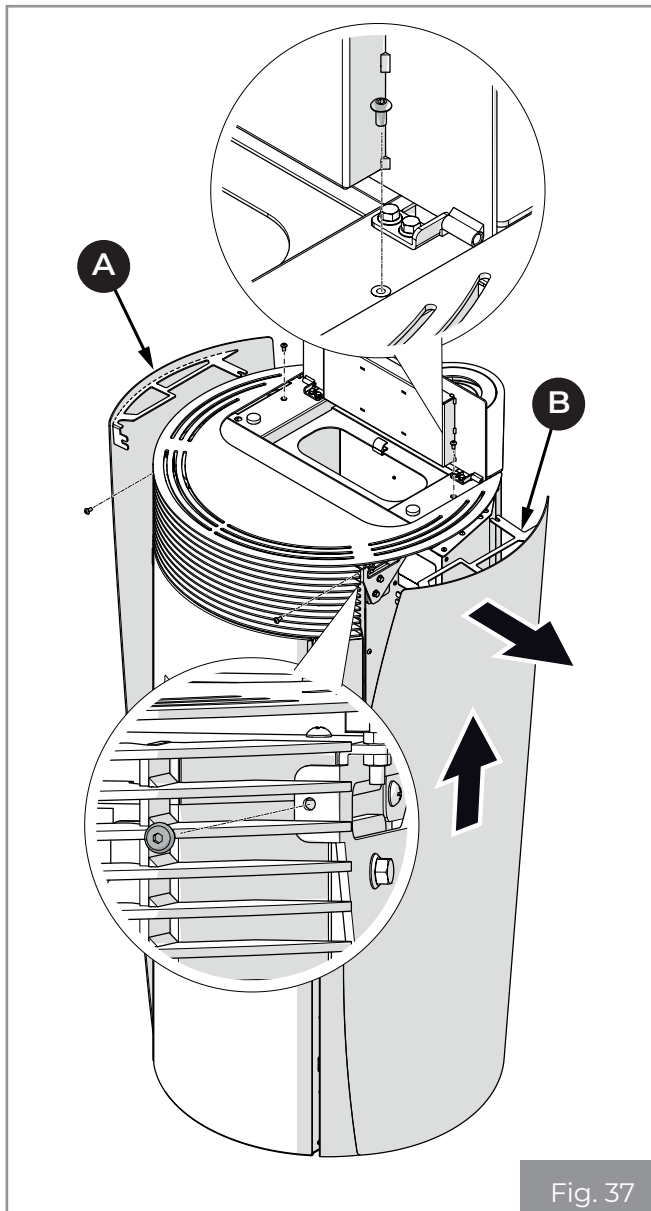

Fig. 37
- Smontare i laterali (A) e (B) (Fig. 37).